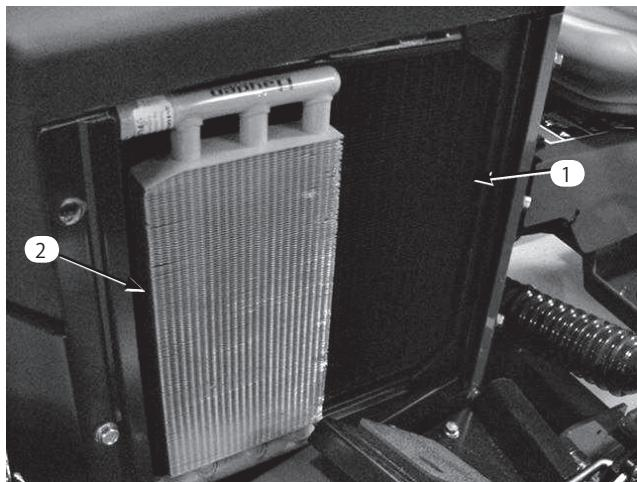

図46
3. オイル・クーラ(図46)を清掃する。たまたまゴミをていねいに取り除くこと。